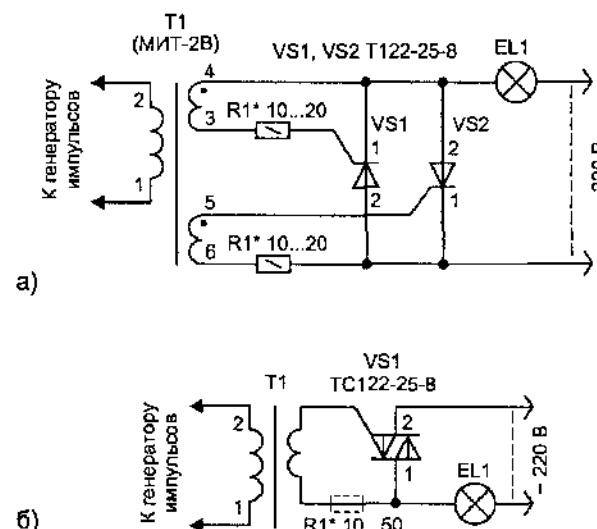

Рис. 1.2. Схемы с трансформаторной развязкой управляющих сигналов от силовой цепи:
2) импульсных трансформаторах — для передачи управляющих сигналов на силовые ключи. Самые простые из таких схем показаны на рис. 1.2 (элементы, отмеченные звездочкой *, иногда